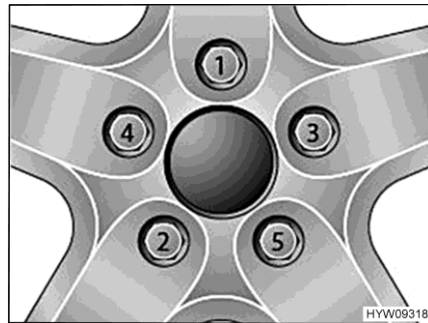

Bild 169 Radmuttern oder Radschrauben über Kreuz festziehen
- Radmuttern oder Radschrauben in der Reihenfolge, die in Bild 169 gezeigt ist, festziehen. Dazu einen Drehmomentschlüssel verwenden und das vorgeschriebene Anziehdrehmoment einhalten (siehe Abschnitt 13.6.2).
- Radmuttern oder Radschrauben regelmäßig auf festen Sitz prüfen. Radmuttern oder Radschrauben eines ausgewechselten Rades nach 50 km nachziehen. Dabei in der Reihenfolge vorgehen, die in Bild 169 gezeigt ist.
- Wenn neue oder neu lackierte Felgen verwendet werden, die Radmuttern oder Radschrauben zusätzlich nach ca. 1000 bis 5000 km nachziehen. Dabei in der Reihenfolge vorgehen, die in Bild 169 gezeigt ist.
- ▷ Radmuttern oder Radschrauben über Kreuz anziehen (Bild 169).